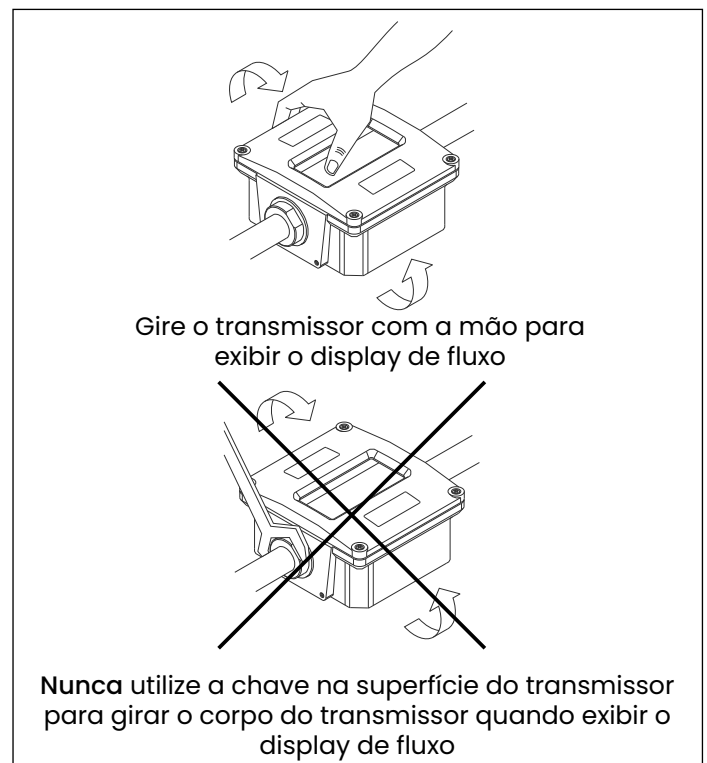

Figura 7 - Medidor de Giro
6. Após a instalação, gire o transmissor com a mão para ver o display. Veja Figura 7.